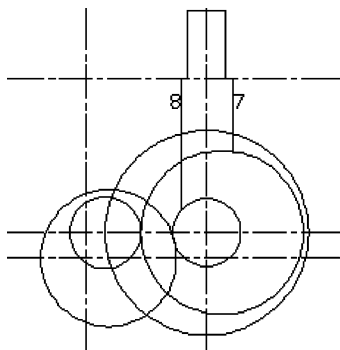

图 5-89 修剪处理
(6) 单击“默认”选项卡“修改”面板中的“修剪”按钮，修剪直线，结果如图5-89所示。